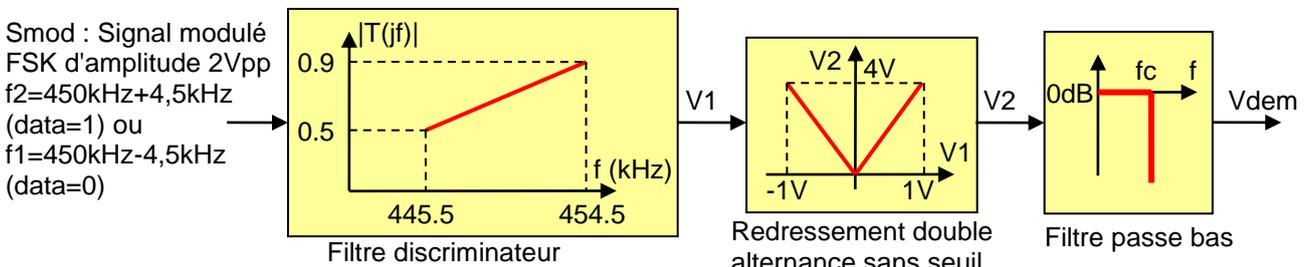
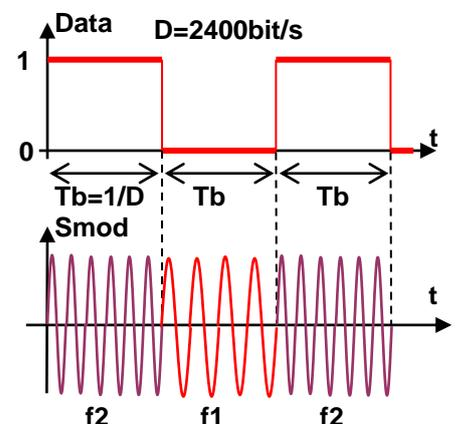

Figure 2 : Principe du démodulateur
Figure 3 : Signal modulé FSK
- Q5 : En s'appuyant sur les informations représentées sur les figures 2 & 3, représenter en concordance de temps le signal V1 avec le signal Data proposé sur la figure 3 ci-contre. Préciser les amplitudes du signal V1.